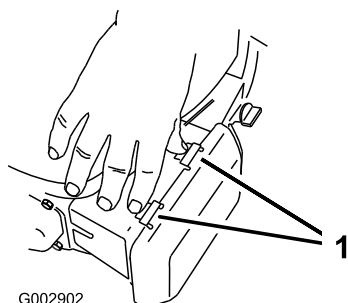

Figure 36
1. Appuyez sur les languettes de verrouillage en haut du couvercle du filtre à air (Figure 36).